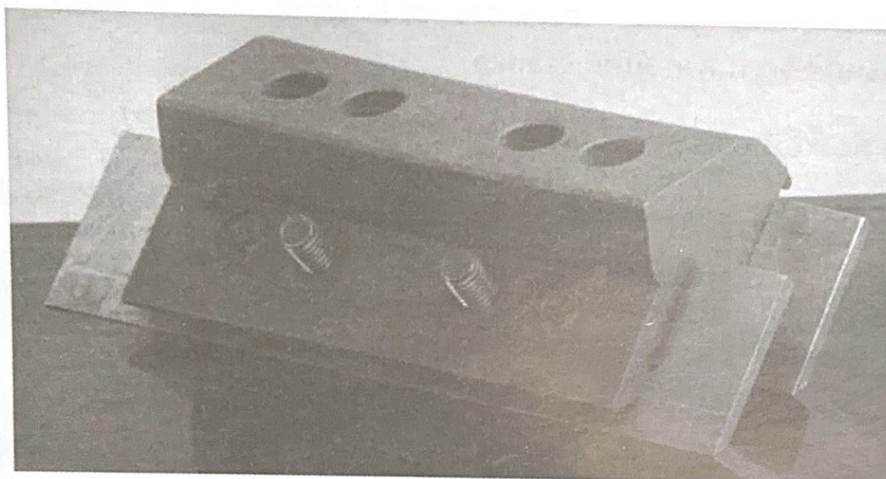

Рис.8
2. Вставьте оба ножа в заточное устройство и зажмите их, затянув барашковый болт. Убедитесь в том, что оба ножа вставлены до упора. (Рис. 8)